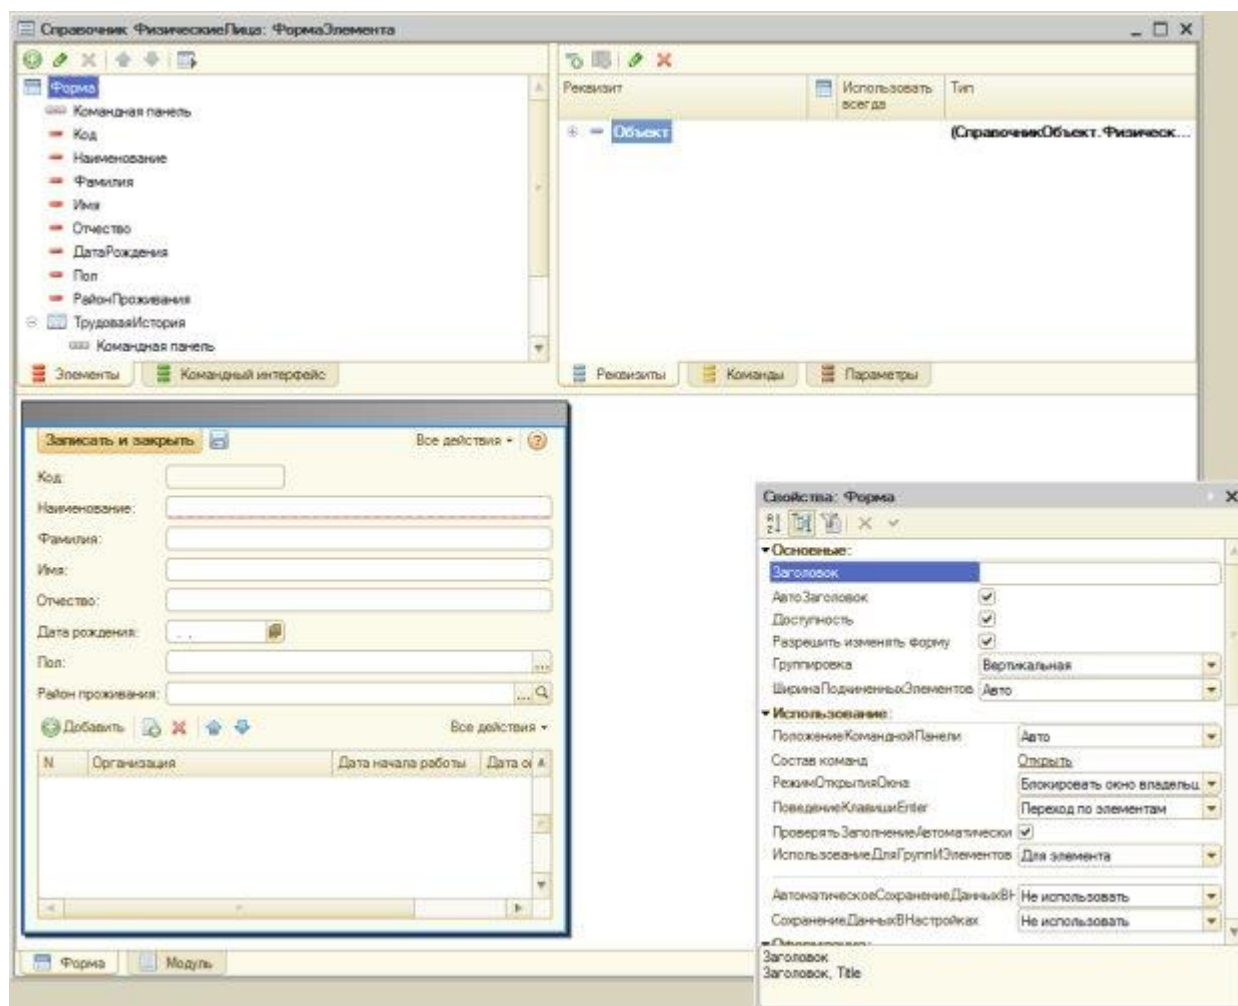

Рисунок 3.14- Окно редактирования формы элемента справочника
9.3 После этого нужно открыть окно редактора форм для формы элемента справочника, Рисунок 3.14. Ранее мы уже сталкивались с этим окном, теперь рассмотрим его подробнее.